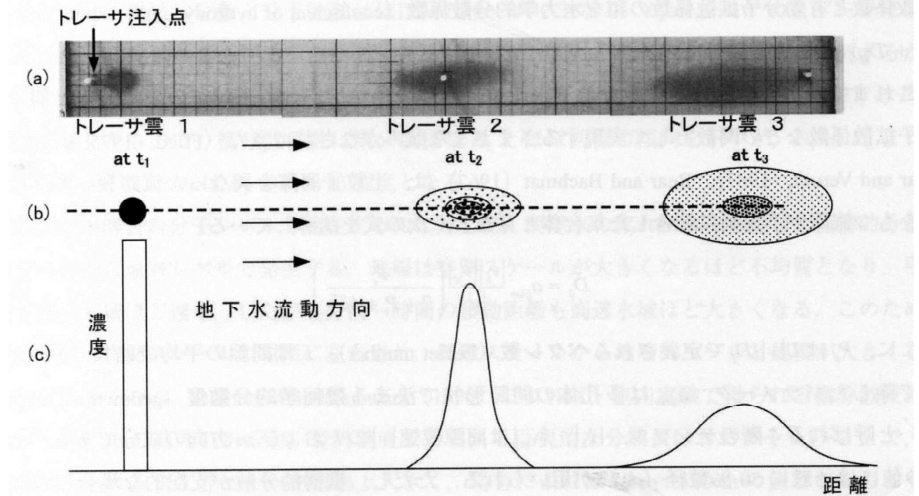

図 7.1 流動地下水におけるトレーサ濃度分布の推移
- 図7.1(a) : 水槽に粒径0.4mmのガラスビーズを充填した後、水で飽和させ、左右両側に異なる水頭を与えて浸透流を発生させたうえで、トレーサを注入し、その動きを写真撮影
- 図7.1(c)は、トレーサ雲の中心部を通る流動方向断面における濃度分布で、正規分布曲線で表される。